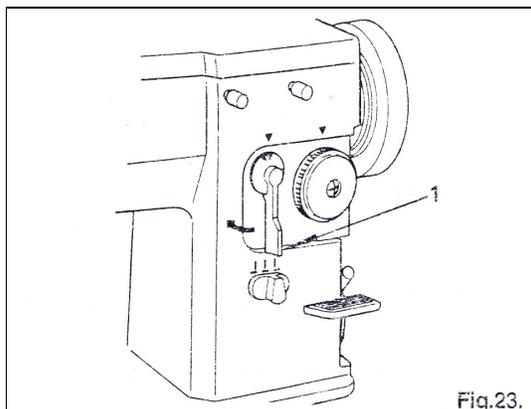

Fig.23.
La jetée zigzag est modifiée, à l'aide du levier de réglage (1), figure 23.